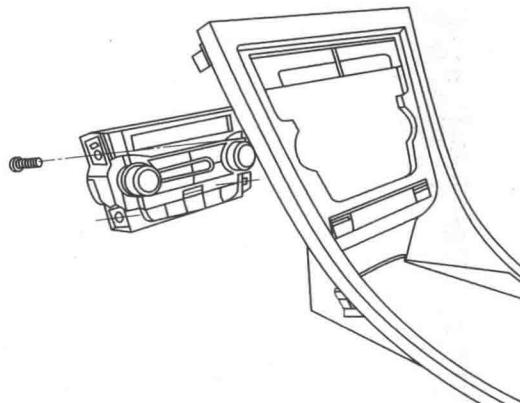

图2-14 拆下空调控制器总成
5) 拆下4个将空调控制器总成固定到中控台面板饰条的螺钉，拆下空调控制器总成，如图2-14所示。